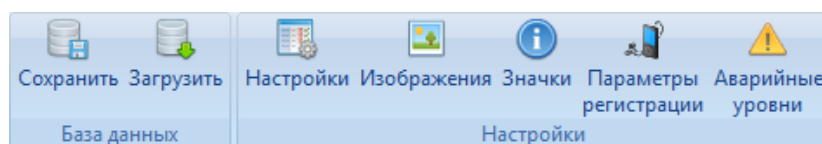

Рисунок 5. Инструменты вкладки «Данные»
2. Откройте вкладку «Данные» и нажмите кнопку сохранить (см. Рисунок 5);
1. Для загрузки базы данных воспользуйтесь инструментом «Загрузить», расположенном во вкладке «Данные» (см. Рисунок 5);